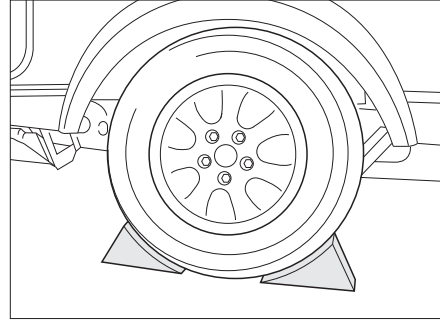

Fig. 179 Bloquer le véhicule
- Placer des sabots de freins ou autres objets similaires contre la roue d'en face pour bloquer le véhicule (Fig. 179).